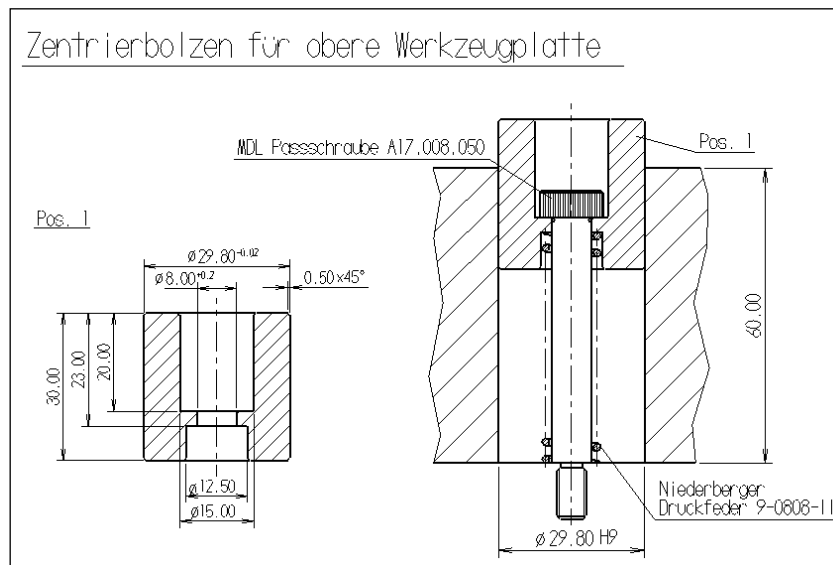

Abbildung 6: Zentrierbolzen für obere Werkzeugplatte
8.2.6. Um ein Präzises Positionieren des Werkzeugs in der Maschine zu gewährleisten (nur 125T. 200T. 300T. und 400T.) sind gefederte, runde Sucher aus Stahl in der Oberplatte des Werkzeugs anzubringen. Die folgende Darstellung (Abbildung 6: Zentrierbolzen für obere Werkzeugplatte) stellt Zentrierbolzen für 30mm Nut dar, Zentrierbolzen für schmalere Nut breiten sind an diese anzupassen. Diese Baugruppe gibt es bei der Fa. Meusburger so zu kaufen. Bestell-Nr.: E5340